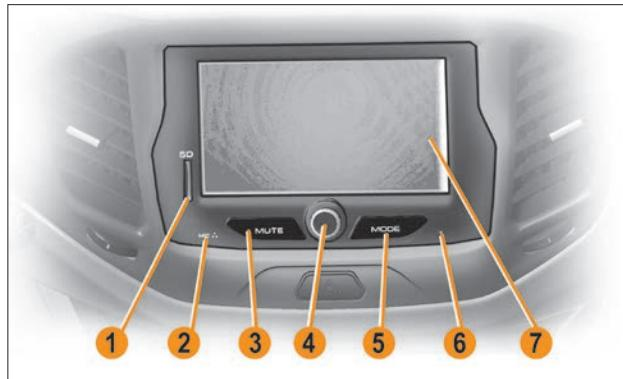

Рис. 3. Внешний вид и форма MMC с навигационной системой
2.1.1 Включение MMC с навигационной системой осуществляется кратковременным нажатием (1-2 сек.) на ручку энкодера 4 (рис. 3).
2.1.3 Для выключения MMC с навигационной системой кратковременно нажмите ручку энкодера **4** (рис. 3) и удерживайте ее в нажатом положении до выключения дисплея.
2.1.4 Для перезагрузки MMC с навигационной системой тупым тонким стержнем нажмите и удерживайте в течение 2-3 сек. кнопку Reset **6** (рис. 3). После перезагрузки MMC с навигационной системой переходит в режим «Радио» с прослушиванием первой сохраненной радиостанции.